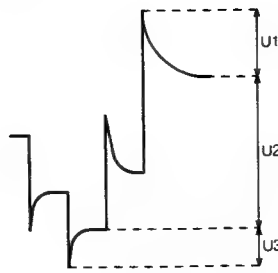

Fig. 1
- Widerstand 3316 so einstellen, dass $U1/U2 = 0,87 \pm 0,03$ (siehe Bild 1).
- Widerstand 3327 so einstellen, dass $U3/U2 = 0,55 \pm 0,03$ (siehe Bild 1).
- Adjust resistor 3316 so that $U1/U2 = 0.87 \pm 0.03$ (see Fig. 1).
- Adjust resistor 3327 so that $U3/U2 = 0.55 \pm 0.03$ see Fig. 1).